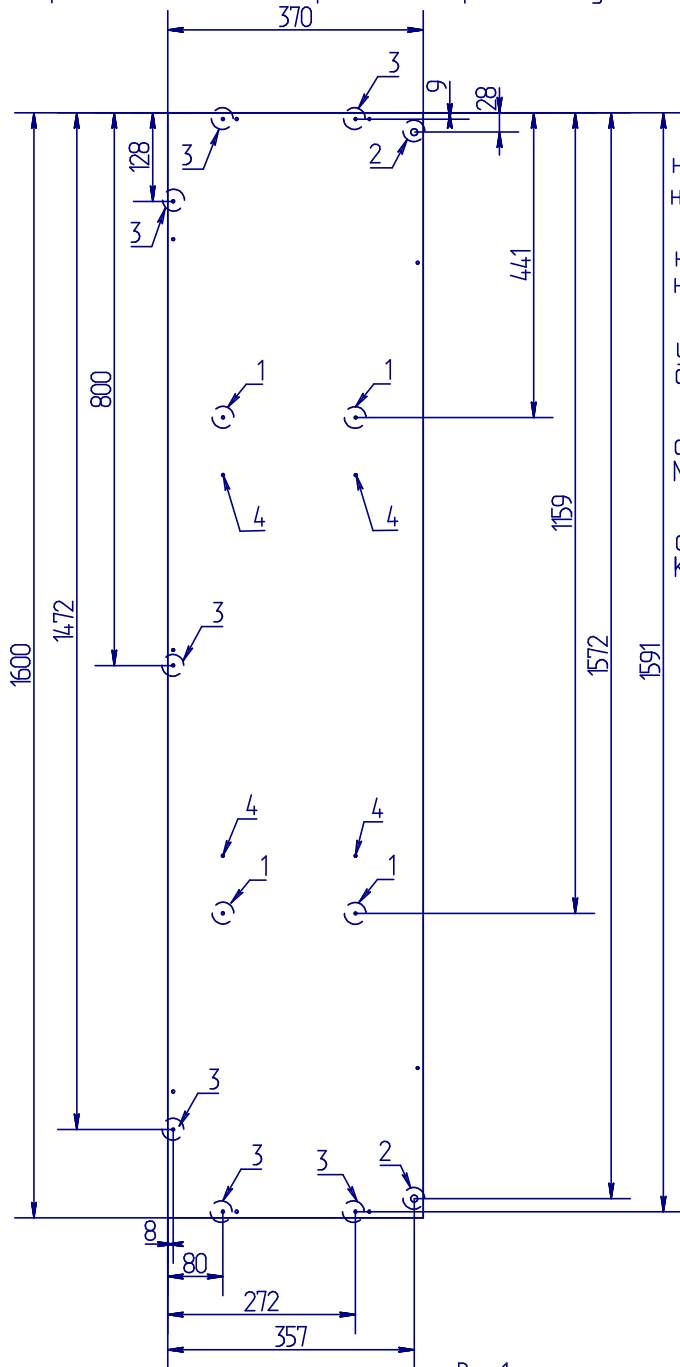

Рис. 1
3. Перед сборкой изделия необходимо внимательно прочитать инструкцию стр.1*, 2*, 3*, 4*, 5*, 6*, 7*, 8*, 9*, 10* и определиться с вариантом компоновки изделия (Рис.1*, 5*, 7*, 8*, 10*).
1. Чтобы собрать изделие BERLIN 13 (гостая) Шкаф навесной необходимо досверлить самостоятельно отверстия в детали №471 изображенные на (рис. 1). Это будет нижняя горизонтальная деталь (рис.2).
2. Отверстия №1 изображенные на на (рис.1) необходимо досверлить насквозь сверлом $\Phi 8$.
3. Отверстия №2 изображенные на на (рис.1) необходимо досверлить насквозь сверлом $\Phi 10$.
4. Остальные 7 отверстий №3 изображенные на (рис.1) необходимо досверлить насквозь сверлом $\Phi 5$.
Компановка 1 (Рис.1*).
(Рис.1*).